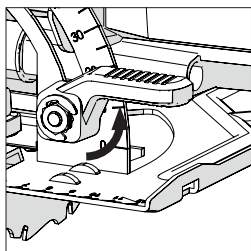

Fig. 13
- Allentare il meccanismo di bloccaggio smusso che si trova sul lato anteriore dell'utensile, tirando verso l'alto la leva. **(Fig. 13)**